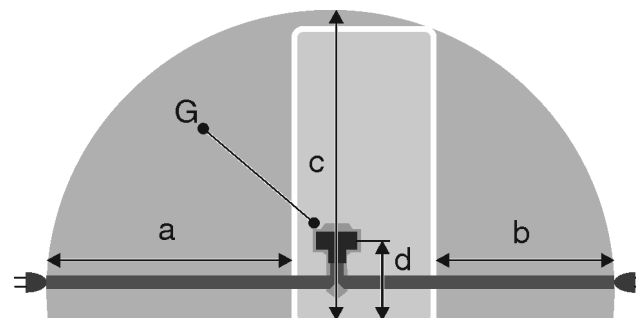

Fig. 35*
- La prise de courant ne se trouve pas derrière l'appareil mais dans les zones a ou b Fig. 35 (a, b, c).
- ▶ Introduire la fiche de l'appareil *Fig. 35 (G)* au dos de l'appareil. Veiller à bien les encliqueter.